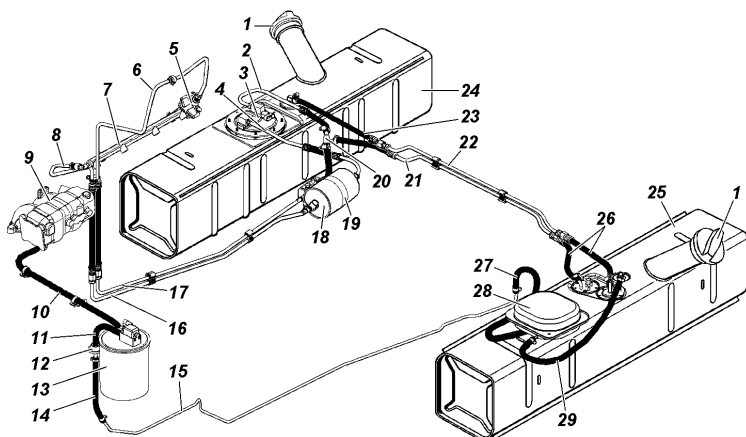
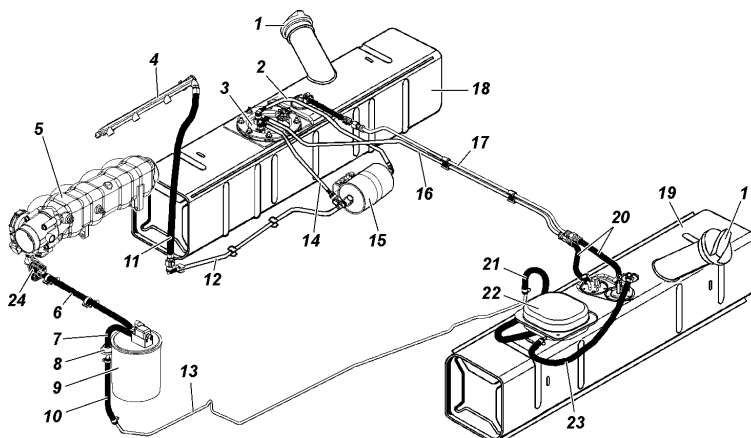

Рис. 9.27. Схема системы питания двигателя топливом
Рис. 9.28. Схема системы питания двигателя топливом
Топливные баки 24, 25 (рис. 9.27) и 18, 19 (рис. 9.28). Обслуживание топливных баков заключается в периодической промывке фильтра электробензонасоса (правый бак) и промывке самих баков.
- откройте люк в полу кузова над электробензонасосом 3 и отверните болты крепления сепаратора 28 (рис. 9.27) или 22 (рис. 9.28) и выньте его, отсоедините от него шланги;
Электробензонасос 3 (рис. 9.27) погружного типа с датчиком указателя уровня топлива.
На автомобилях экологического класса 3 установлен топливный модуль 3 (рис. 9.28) погружного типа, включающий в себя электробензонасос, струйный насос и регулятор давления и датчик указателя уровня топлива.